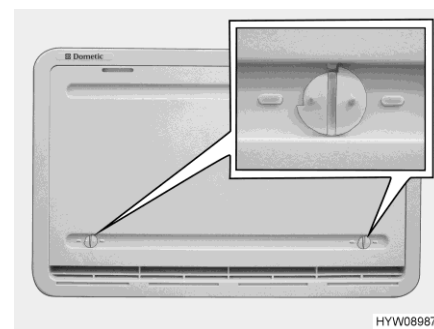

Fig. 186 Cubierta de invierno (rejilla de ventilación del frigorífico)
La cubierta de invierno (Fig. 186) protege el grupo de refrigeración de aire frío. Colocar cubiertas de invierno delante de ambas rejillas de ventilación del frigorífico si la temperatura exterior cae por debajo de +10 °C (tanto en caso de funcionamiento a gas como en caso de funcionamiento con electricidad).
- Abrir ambos bloqueos (Fig. 186) (la ranura está en posición horizontal).